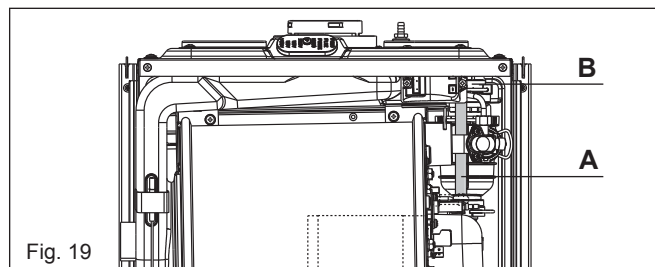

Fig. 19
6.5 AUTOMATIC AIR RELEASE VALVE (fig. 19)